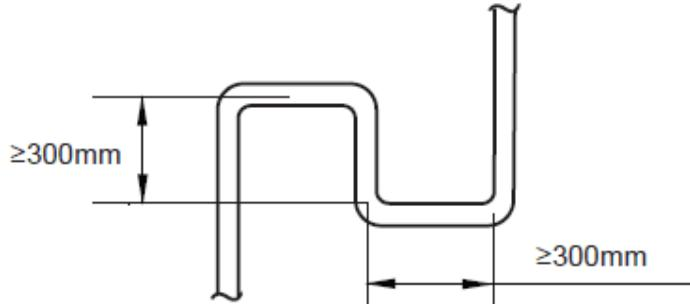

Figura 4.3
- Cand unitatea externa se afla deasupra unitatii interne, iar diferența de nivel depaseste 20 m, se recomanda reglarea la fiecare interval de 10 m a cursei de revenire a uleiului de pe teava de gaz a tevii principale. Specificatiile recomandate ale cursei de retur a uleiului sunt prezentate in figura 4.3.
3. **Cerinta 3:** Diferenta cea mai mare de nivel dintre unitatea interna si unitatea externa nu trebuie sa depaseasca 90m (daca este o unitate externa deasupra) sau 110m (daca unitatea externa este dedesupt). In plus: (i) Daca unitatea externa este deasupra si diferența de nivel este mai mare de 20m, se recomanda ca un cot de return al uleiului cu dimensiunile specificate in figura 4.3 sa fie montat la fiecare 10m de teava de gaz din instalatia principala; si (ii) daca unitatea externa este dedesupt si diferența de nivel este mai mare de 40m, teava de lichid din instalatia principala ( $L_1$ ) trebuie sa fie marita cu o marime.